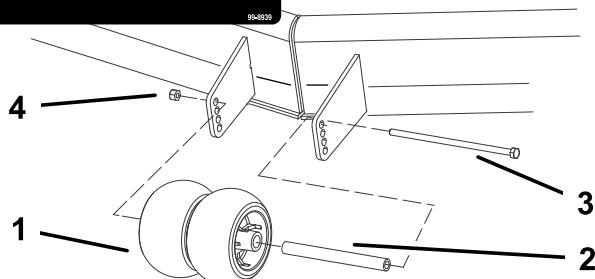

Figura 20
3. Despues de ajustar la altura de corte, ajuste los rodillos retirando la tuerca con arandela prensada, el casquillo, el espaciador y el perno (Figura 19, Figura 20, y Figura 50).
- Nota:** Los dos rodillos centrales no tendrán espaciador (Figura 20).
5. Instale la tuerca con arandela prensada, el casquillo, el espaciador y el perno. Apriete a 54–61 Nm (Figura 19 , Figura 20 y Figura 50).